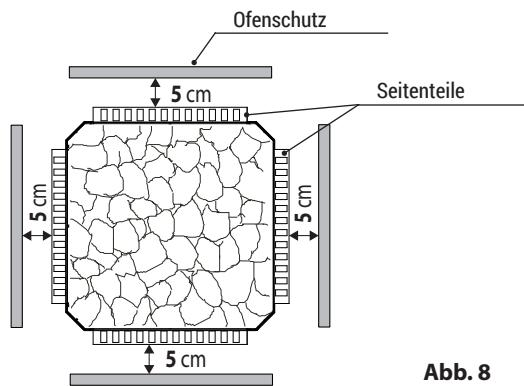

Abb. 8
Seitenteile sind optional als Zubehör erhältlich und können nach Wunsch an 1- 4 Seiten angebracht werden. Durch die Montage der Seitenteile wird die seitliche Wärmestrahlung reduziert, dass die Mindestabstände zu brennbaren Materialien nur noch 5 cm betragen (Abb. 8).
- Die Abstände zwischen Heizergerät und Kabinenwand, sowie Ofenschutz, Liegebank und anderen brennbaren Materialien ändern sich auf 5 cm (siehe Abb. 8).